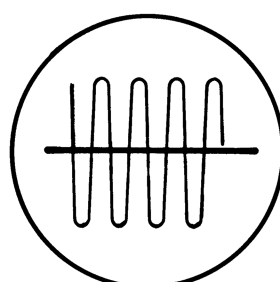

Abb. 2
- Bei 505 kHz L 108 (Osz.) und bei 600 kHz L 103 (Vorkr.) auf beste Sinuskurvenform und max. Amplitude einstellen (siehe Abb. 2).
- Bei 1650 kHz C 115 (Osz.) und bei 1400 kHz C 108 (Vorkr.) auf beste Sinuskurvenform und max. Amplitude einstellen (siehe Abb. 2).
- Bei 143 kHz L 106 (Osz.) und bei 145 kHz L 101 (Vorkr.) auf beste Sinuskurvenform und max. Amplitude einstellen (siehe Abb. 2).
- Bei 280 kHz C 111 (Osz.) und bei 260 kHz (Vorkr.) C 107 auf beste Sinuskurvenform und max. Amplitude einstellen (siehe Abb. 2).
- Bei 5,5 MHz L 110 (Osz.) und bei 6 MHz L 105 (Vorkr.) auf beste Sinuskurvenform und max. Amplitude einstellen (siehe Abb. 2).
- Bei 17 MHz C 121 (Osz.) und bei 15 MHz C 109 (Vorkr.) auf beste Sinuskurvenform und max. Amplitude einstellen (siehe Abb. 2).
- Bei 87,3 MHz L 4 (Osz.) und bei 90 MHz L 2 (HF) auf beste Sinuskurvenform und max. Amplitude einstellen (siehe Abb. 2).
- Bei 105 MHz C 18 (Osz.) und bei 100 MHz C 9 auf beste Sinuskurvenform und max. Amplitude einstellen (siehe Abb. 2).
- At 505 kHz adjust L 108 (oscillator) and at 600 kHz adjust L 103 (RF circuit) to obtain best sine curve shape and maximum amplitude (See Fig. 2).
- At 1650 kHz adjust C 115 (oscillator) and at 1400 kHz adjust C 108 (RF circuit) for best sine curve shape and maximum amplitude (See Fig. 2).
- At 143 kHz adjust L 106 (oscillator) and at 145 kHz adjust L 101 (RF circuit) for best sine curve shape and maximum amplitude (See Fig. 2).
- At 280 kHz adjust C 111 (oscillator) and at 260 kHz adjust C 107 (RF circuit) for best sine wave shape and maximum amplitude (See Fig. 2).
- At 5.5 MHz adjust L 110 (oscillator) and at 6 MHz adjust L 105 (RF circuit) for best sine curve shape and maximum amplitude (See Fig. 2).
- At 17 MHz adjust C 121 (oscillator) and at 15 MHz adjust C 109 (RF circuit) for best sine curve shape and maximum amplitude (See Fig. 2).